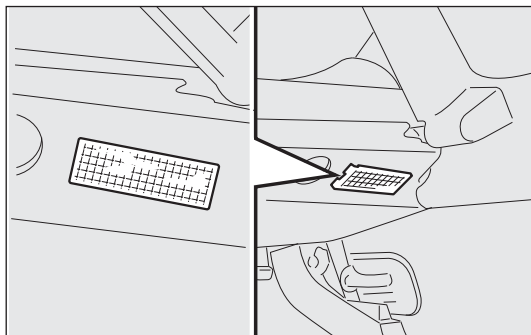

fig. 55
**BOOT COURTESY LIGHT fig. 55**